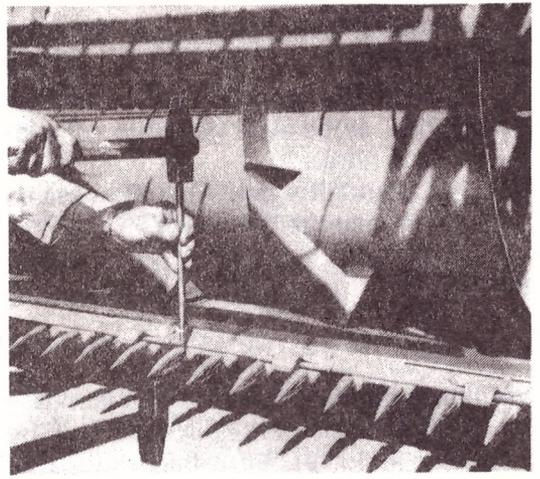
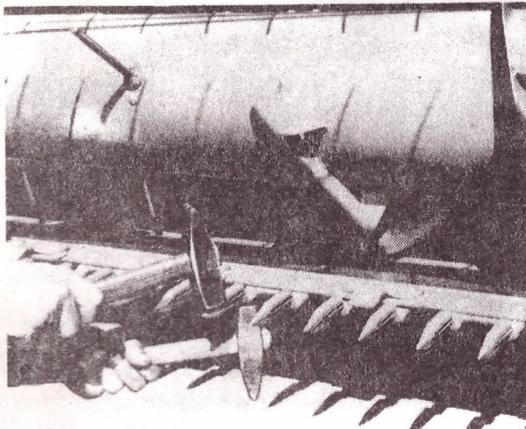

FIG. 43
FIG. 42
- l'alignement des plans des dents s'obtient par des coups appropriés de marteau sur les doigts en visant avec l'œil une extrémité jusqu'à obtenir un plat unique ; pour abaisser une dent, agir comme à la fig.42 et pour la lever, comme à la fig.43 ;